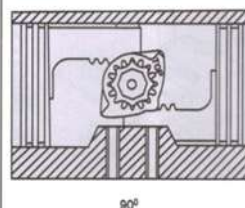

Fig.4
6. Presione los dos pistones (40) simultáneamente dentro del cuerpo (50) hasta que engranen y giren el cuerpo en el sentido de las agujas del reloj, desde la vista inferior o contra las agujas del reloj desde la vista superior hasta que se complete la carrera.
7. Asegúrese que los pistones completan la rotación. Referida a la línea central del cuerpo será desde unos 4° a 0°, tal como la fig.4